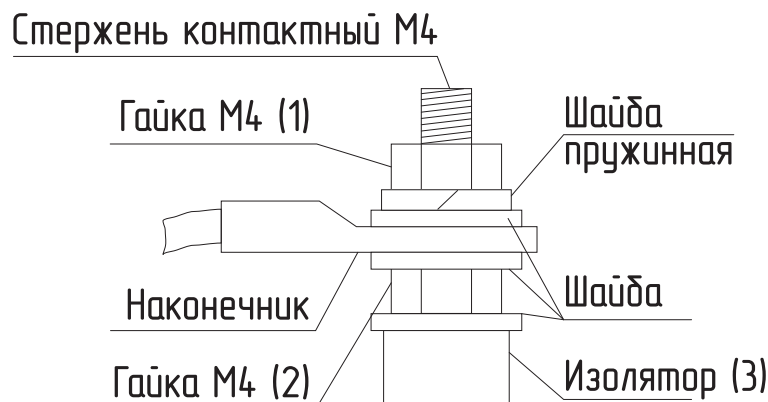

Рис.20 Присоединение проводов к выводам блок ТЭН
- при замене блок ТЭН присоединение фазных проводов к выводам блок ТЭН производить согласно **Рис.20**. Сечение кабеля указано в таблице 1 и 2;
- провод нейтрالي «N» подключить на перемычку блока ТЭН (**Рис.20**).